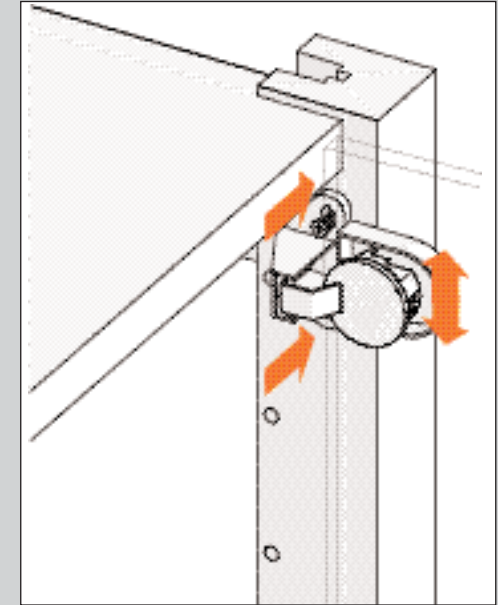

ABBILDUNG 30
2. Lockern Sie die Schrauben ein wenig und bringen Sie die Tür mit Hilfe der Schlitze in die richtige Position (siehe Abb. 30).